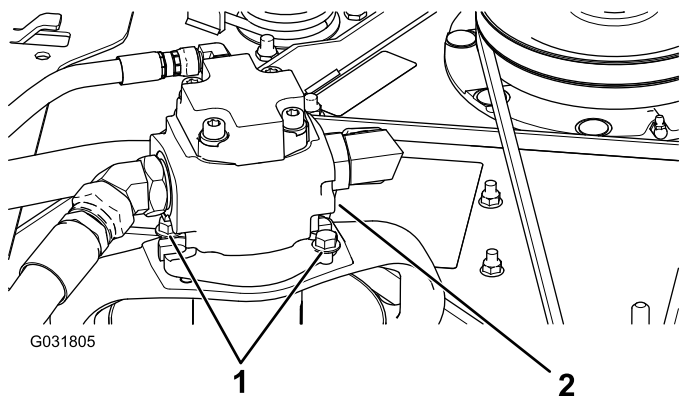

Figura 94
5. Togliete i bulloni che fissano il motore idraulico all'apparato di taglio (**Figura 94**).
3. Togliete i bulloni che fissano il motore idraulico all'apparato di taglio (Figura 94).